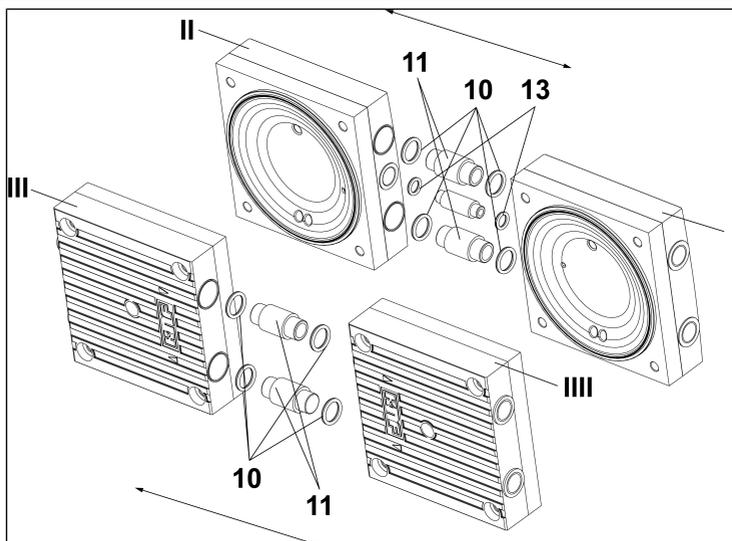

Fig.10: Extracción de las juntas tóricas y de los tubos de conexión
8. Separar los cabezales 1 (I/Fig. 10) y 2 (II/Fig. 10) y extraer las juntas tóricas (10/Fig. 10) y (13/Fig. 10).
7. Colocar las juntas tóricas (10/Fig. 10) y (13/Fig. 10) en la conexión.
8. Presionar los cabezales 1 y 2 (I y II/ Fig. 10).